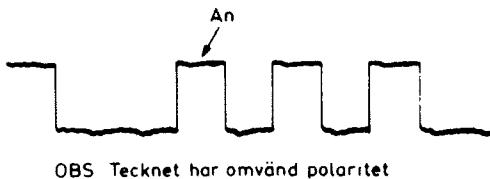

Bild 10
- Kontrollera oscilloskobilden, bild 10.